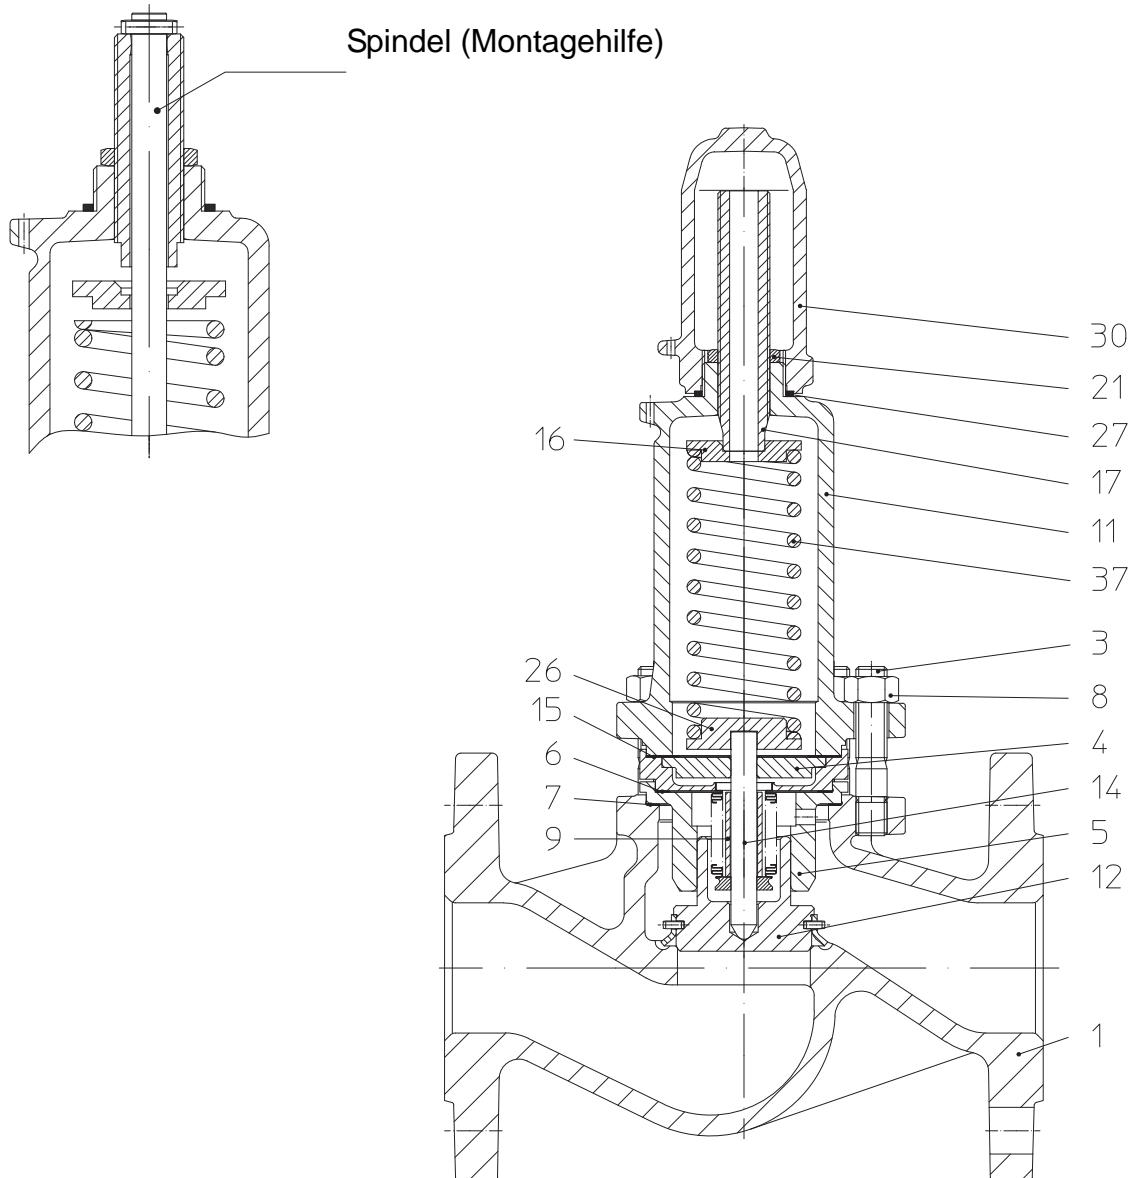

Bild 3
- Haube (Pos. 11) montieren; mit Hilfe einer Spindel (siehe Bild 3) den oberen Federteller (Pos. 16) und Feder (Pos. 37) zu der Spannschraube (Pos. 17) zentrieren. Den Druck bei strömendem Medium einstellen, auf Einstellbereich der Feder achten (siehe Punkt 6.0 Inbetriebnahme).